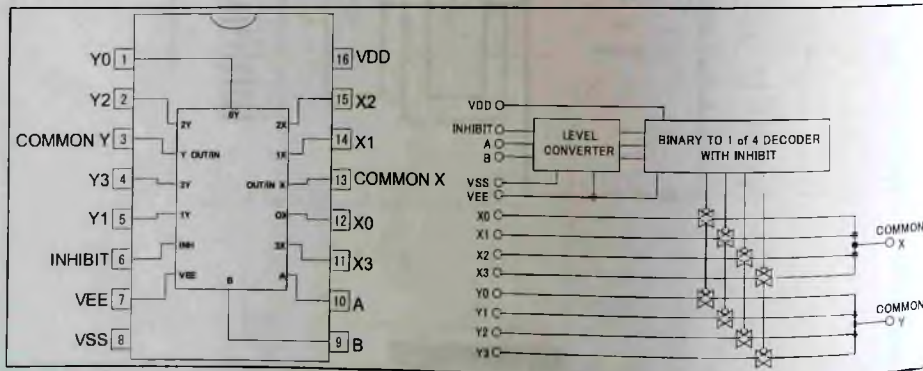

Рис. 9. Структурная схема ИМС BU4052BCF
- IC108 BU4052BСF — коммутатор (КМОП) аналоговых и цифровых сигналов фирмы Rohm, структурная схема ИМС приведена на рис. 9. Микросхема входит в состав семейства коммутаторов 4051, 4052, 4053, 4066В, выпускаемых различными производителями. ИМС семейства отличаются низким энергопотреблением, широким диапазоном напряжений питания (3...18 В) и высоким входным импедансом. В рассматриваемых AV-ресиверах ИМС BU4052BСF обеспечивает коммутацию звуковых сигналов с выходов IC112 (R2A15218). Напряжения питания +7 В и -7 В подаются на выводы 16 и 7 ИМС.